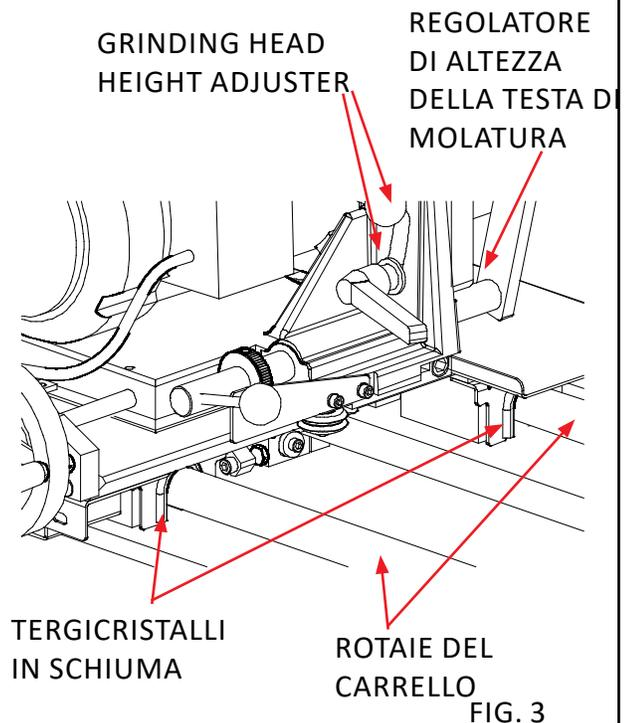

FIG. 3
4. SOSTITUIRE I QUATTRO RASCHIATORI IN SCHIUMA (FIG. 3) OGNI 6 MESI DI FUNZIONAMENTO. NOTA: SE SONO INSTALLATI SOFFIETTI OPZIONALI, I TERGICRISTALLI IN SCHIUMA VENGONO RIMOSI.